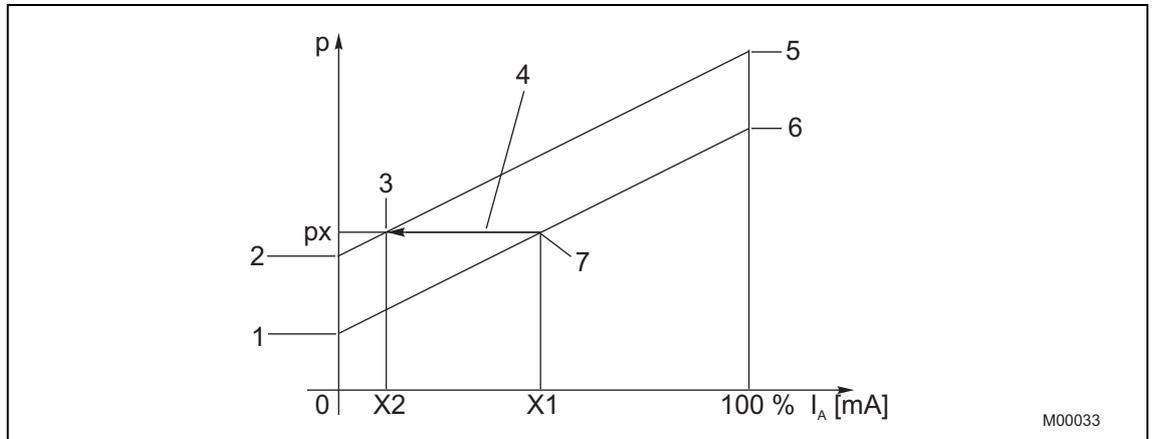

Abb. 19: Parallelverschiebung
- Der Druck-Messumformer zeigt bei anliegendem Druck  $p_x$  den normierten Ausgangswert  $x_1$  in Prozent. Aufgrund der vorliegenden Applikation sollte aber der Wert  $x_2$  angezeigt werden. Über die Vor-Ort-Bedienung / LCD wird nun der Wert  $x_2$  eingestellt. Der Messumformer errechnet den neuen Nullpunkt und den neuen Endwert und übernimmt diese neuen Einstellwerte (siehe Abb. 19 Parallelverschiebung).